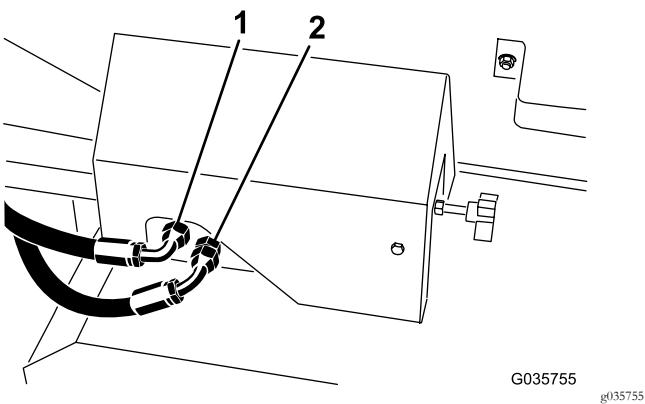

Рисунок 21
- Снимите заглушки и подсоедините шланги, ранее снятые с передней части блока коллектора (Рисунок 21).